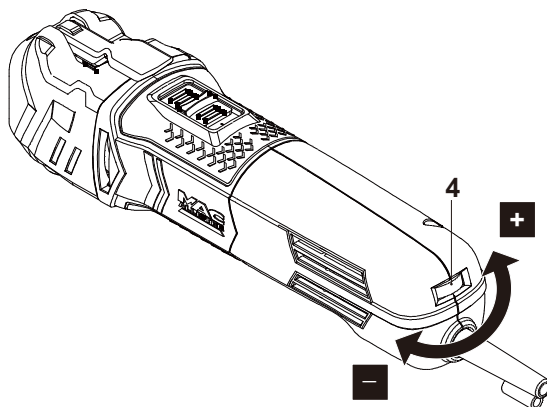

Fig. 14
Limite la velocidad máxima utilizando el selector de velocidad (4) en función de las necesidades de la aplicación (Fig. 14).
- > Gire el selector de velocidad (4) hacia la derecha para incrementar la velocidad máxima.
- > Gire el selector de velocidad (4) hacia la izquierda para reducir la velocidad máxima.